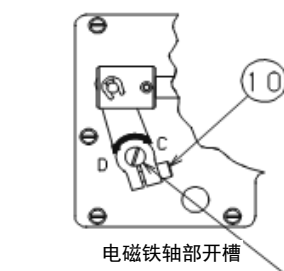

Fig.12
拧紧电磁铁臂 A 固定螺丝⑩（1 处），固定电磁铁臂 A。然后，使膝部开关动作，确认压脚上升量。压脚上升量根据缝纫机的规格而不同，请在下表『各机型的压脚上升量』中确认。如果对比标准调整值有较大差异，需拧松电磁铁臂 A 固定螺丝⑩（1 处），将螺丝刀插入电磁铁轴端面的开槽，旋转电磁铁轴，拧紧电磁铁臂 A 固定螺丝⑩（1 处）。再次使膝部开关（组件）动作，确认压脚上升量。（Fig.12）